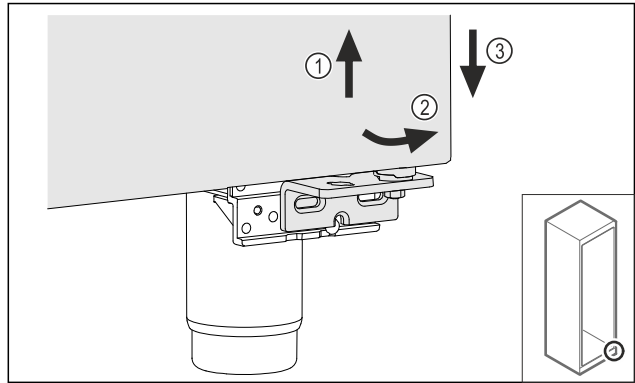

Fig. 19
- ▶ Nosta ovea hieman Fig. 19 (1), kallista alhaalta eteenpäin Fig. 19 (2) ja laske alas Fig. 19 (3).